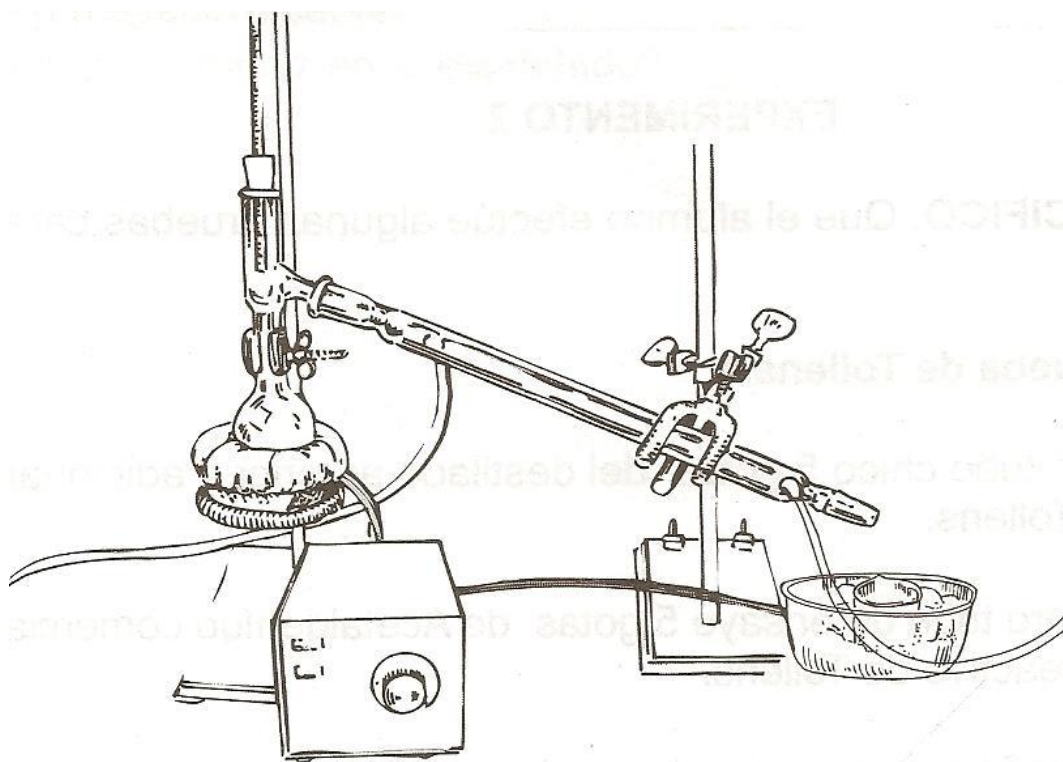

Figura 2.1
- 1.3 Montar un aparato de destilación como lo muestra la Figura 2.1